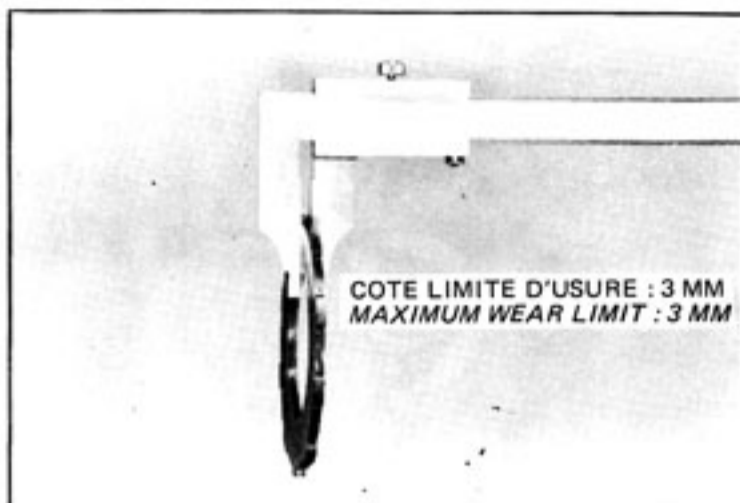

FIG. 17
- Contrôler l'usure du disque récepteur ferodo. Le changer si son épaisseur est inférieure à 3 mm (Fig. 17).